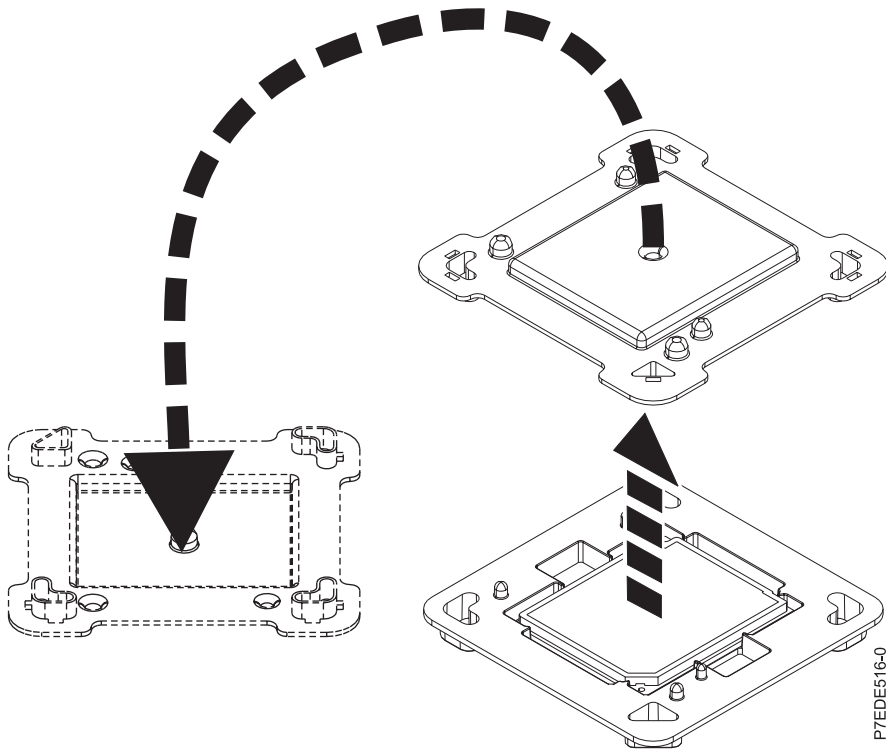

Figure 31. Ouverture de l'emballage du microprocesseur
6. Ouvrez l'emballage du nouveau microprocesseur et placez le couvercle à l'envers à côté du plateau, comme illustré dans la figure 31, à la page 76. Le couvercle sera utilisé pour le microprocesseur que vous remplacez.